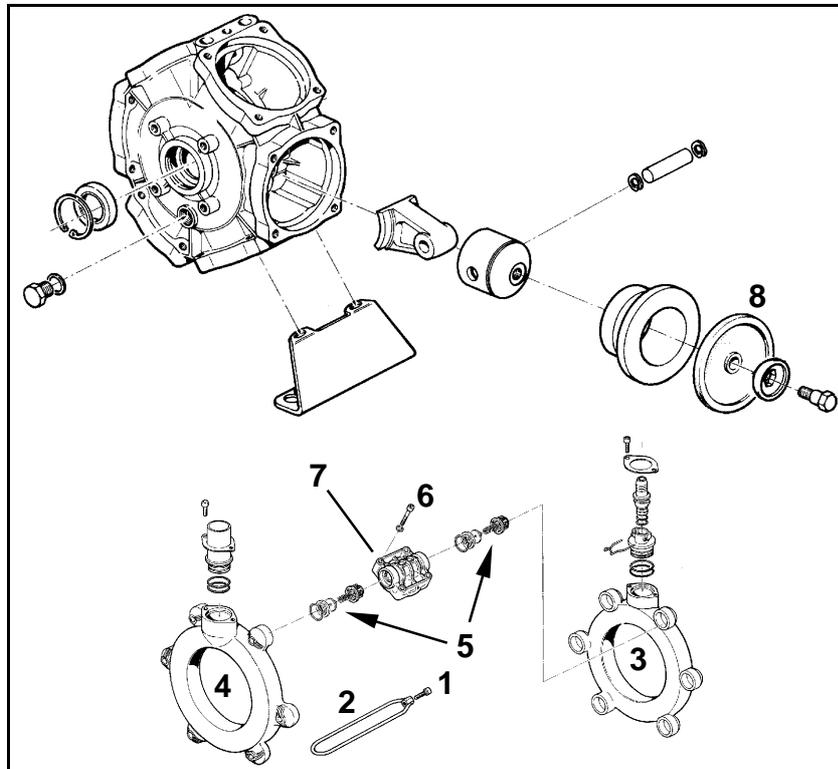

Fig. 201
- Überprüfen Sie die Kolbenmembrane (Fig. 201/1) mindestens einmal jährlich durch Demontage auf ihren einwandfreien Zustand.
- Achten Sie auf die jeweilige Einbaulage der saug- und druckseitigen Ventile, bevor Sie die Ventilgruppen (Fig. 201/5) herausnehmen.
- Tauschen Sie grundsätzlich alle Kolbenmembrane (Fig. 201/6) aus, auch wenn nur eine Kolbenmembrane gequollen, gebrochen oder porös ist.
2. Schrauben (Fig. 201/1) lösen und Spannbügel (Fig. 201/2) entfernen.
3. Saug- und Druckkanal (Fig. 201/3 und Fig. 201/4) abnehmen.
4. Ventilgruppen (Fig. 201/5) herausnehmen.
5. Entfernen Sie die Schrauben (Fig. 201/6).
6. Nehmen Sie den Zylinderkopf (Fig. 201/7) ab.
7. Überprüfen Sie die Kolbenmembrane (Fig. 201/8).
8. Tauschen Sie schadhafte Kolbenmembrane (Fig. 201/8) aus.